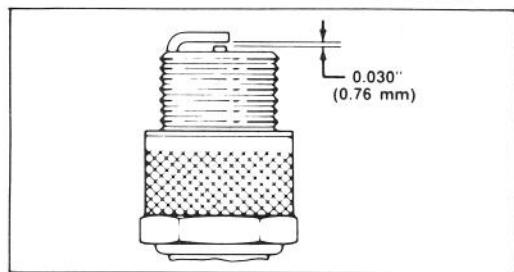

Abbildung 28
AUSWECHSELN DER ZÜNDKERZE (Abb. 28)
3. Den Elektrodenabstand der neuen Zündkerze auf 0,76 mm einstellen (Abb. 28). Dann die neue Kerze in den Zylinderkopf einschrauben und auf 20,4 Nm anziehen. Wird kein Drehmomentschlüssel verwendet, die Kerze fest anziehen.